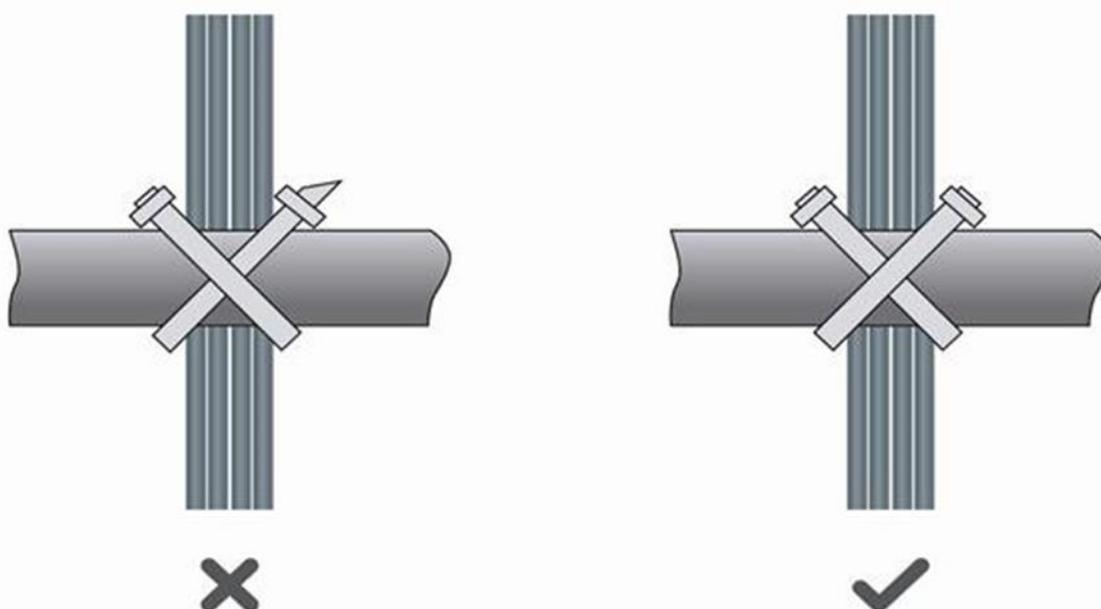

Рисунок 10. Стяжка проводов(2)
- После стяжки кабелей отрежьте оставшуюся часть хомута. Срез должен быть гладким, без острых углов, как показано на Рисунок 10.